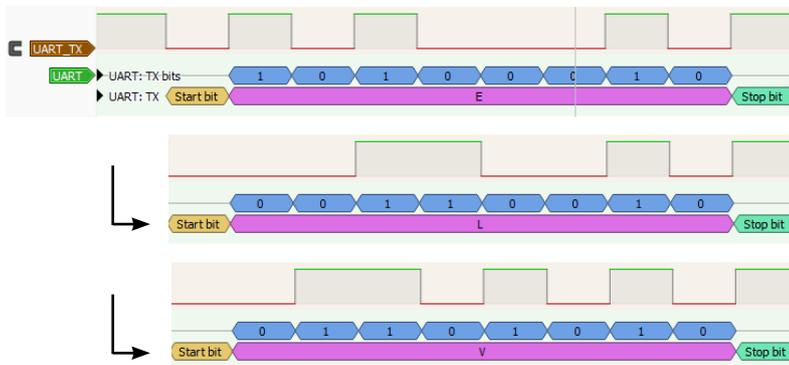

Bild 1: So sieht die Nachricht „ELV“ aus, wenn sie über einen UART mit der Konfiguration 9600-8-N-1 verschickt wird.
- Die konfigurierbaren Parameter der UART-Kommunikation lassen sich durch eine kurze Information zusammenfassen, die dem Format [Baudrate]-[Anzahl Datenbits]-[Parität]-[Anzahl Stopbits] folgt. Die gängigste Konfiguration ist hier 9600-8-N-1. In dieser Konfiguration arbeitet auch die Schnittstelle der ELV Smart Home Sensor Base (siehe Bild 1).